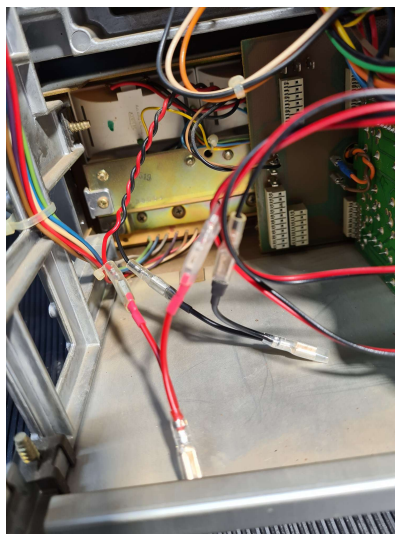

Figure 9
- Brancher le cable du compteur sur les couleurs correspondante de l'adaptateur (Figure 9)
- Schließen Sie das Messmodulkabel an die entsprechenden Farben des Adapters an (Abbildung 9)